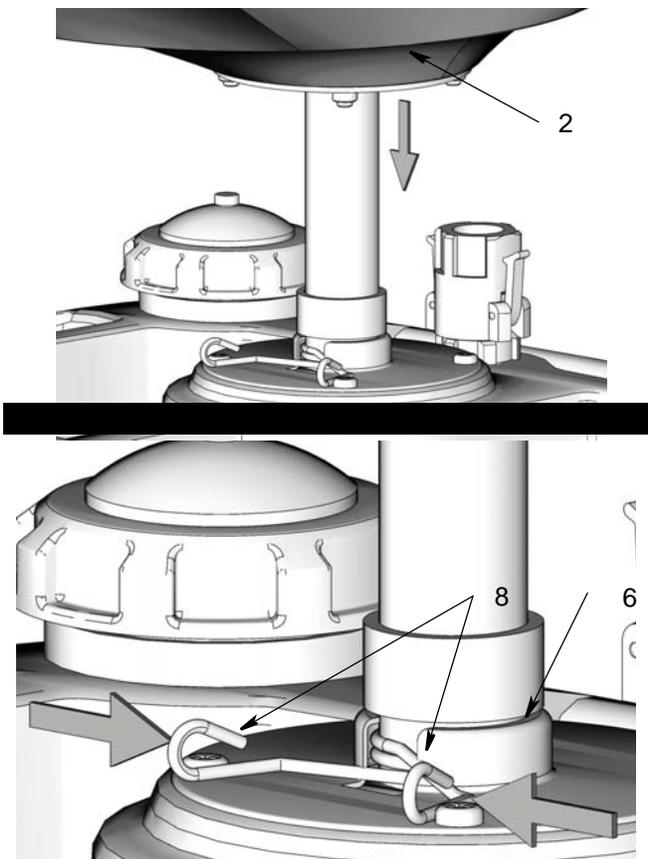

FIG. 4
<p>Lors de la compression du ressort de torsion (8), veiller à ne pas laisser tomber l'ensemble entonnoir (2). Cela pourrait entraîner l'écrasement de vos doigts ou de votre main entre l'ensemble entonnoir (2) et la butée (6). Toujours retenir l'ensemble entonnoir d'une main chaque fois que vous compressez le ressort de torsion (8) pour changer la position de montage de l'entonnoir. Voir la Fig. 4..</p>
1. Lorsque le réservoir de collecte est à un emplacement adéquat pour une vidange, régler la hauteur de l'ensemble entonnoir (2).
2. Presser le ressort de torsion (8) avec une main pendant que vous utilisez votre autre main pour soulever ou abaisser l'ensemble entonnoir (2) à la position souhaitée.